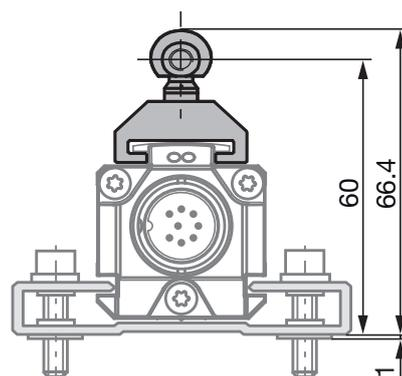
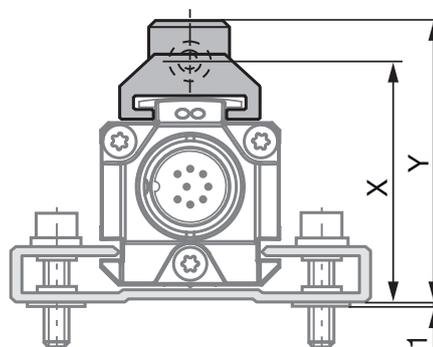
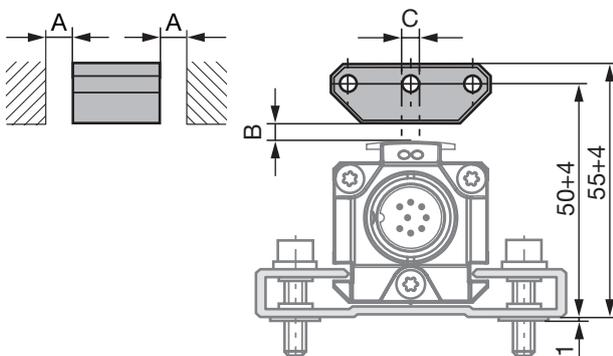
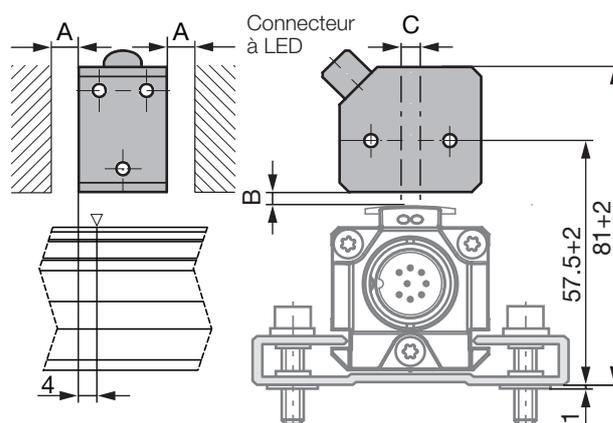

Fig. 4-1 : Dimensions et distances pour le capteur de position BTL5-F-2814-1S
Fig. 4-3 : Dimensions et distances pour le capteur de position BTL5-M/N-2814-1S
Fig. 4-4 : Dimensions et distances pour le capteur de position BTL5-P-3800-2
Fig. 4-8 : Dimensions et distances pour le capteur de position BTL5-P-4500-1 avec génération d'un champ électromagnétique (24 V / 100 mA)
i Le BTL à construction profilée convient aussi bien aux capteurs de position libres, c'est-à-dire fonctionnant sans contact (voir Fig. 4-4 à Fig. 4-8), qu'aux capteurs de position guidés (voir Fig. 4-1 à Fig. 4-3).
- La distance A entre le capteur de position et les éléments en matériau magnétisable doit être au minimum de 10 mm (voir Fig. 4-4 à Fig. 4-8).
- Pour la distance B entre le capteur de position et le BTL ainsi que pour le déport des axes C, (voir Fig. 4-4 à Fig. 4-8), les valeurs suivantes doivent être respectées :
i La plage de mesure est décalée de 4 mm en direction du connecteur du BTL (voir Fig. 4-8).